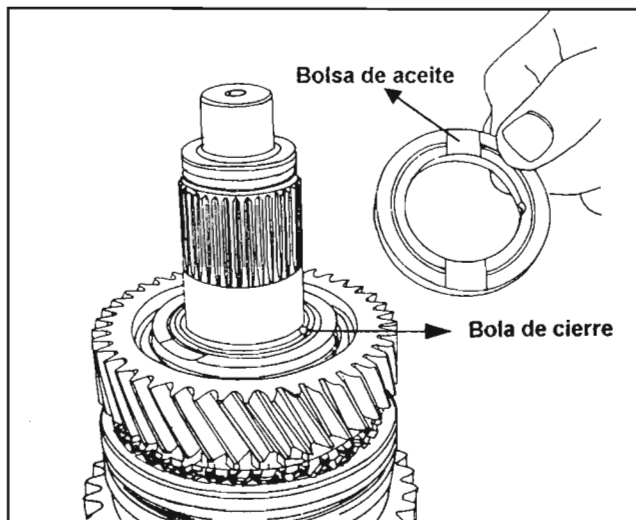

Fig. 64
Coloque una bola con un diámetro de 3mm (26) en el asiento en el eje primario con un poco de grasa. Instale el separador (27), colocando la muesca encima de la bola. Asegúrese de que las bolsas de aceite del separador se encuentran indicando hacia arriba, es decir, hacia el piñón de la 3ª velocidad. Fig. 64